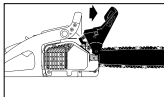

Fig. 7B
2. Die Kettenbremse ist EINGEKUPPELT (Kette ist arretiert), wenn der Bremshebel nach vorne gezogen ist. Die Kette sollte sich dann nicht bewegen lassen (Abb. 7B).